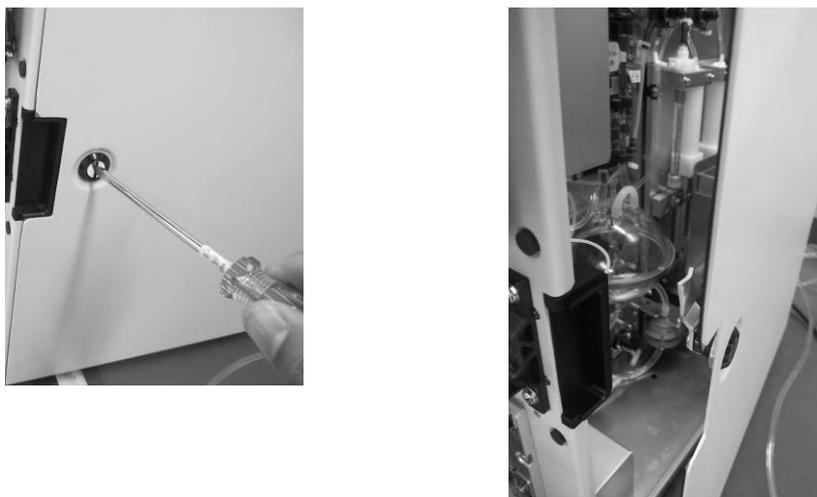

Figura 4-2
1. Gire el tornillo de fijación de la puerta derecha con un destornillador de punta plana para abrir la puerta; consulte la Figura 4-2.